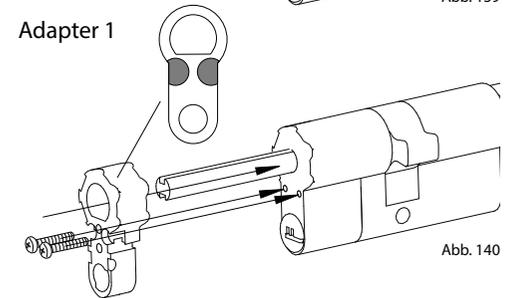

Abb. 140
- 44 - 53 mm = Adapter 1 benötigt (Abb. 140)